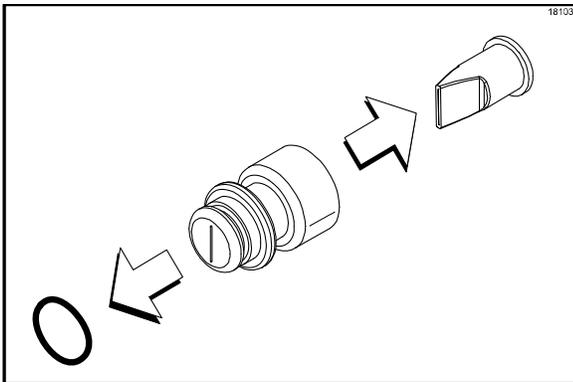

Figura 29
- Quite la válvula de pico de pato y la junta tórica del conector de la punta de jarabe. (Vea la figura 29).